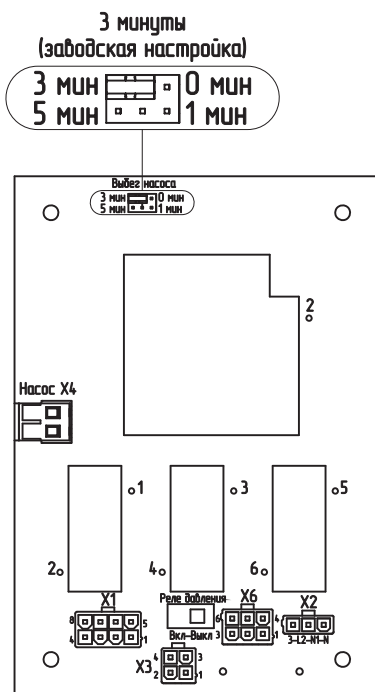

Рис. 8 Положение перемычки задержки выключения насоса
- Изменить положение перемычки в разъеме контроля выключения насоса как показано на рисунке **Рис. 8**.